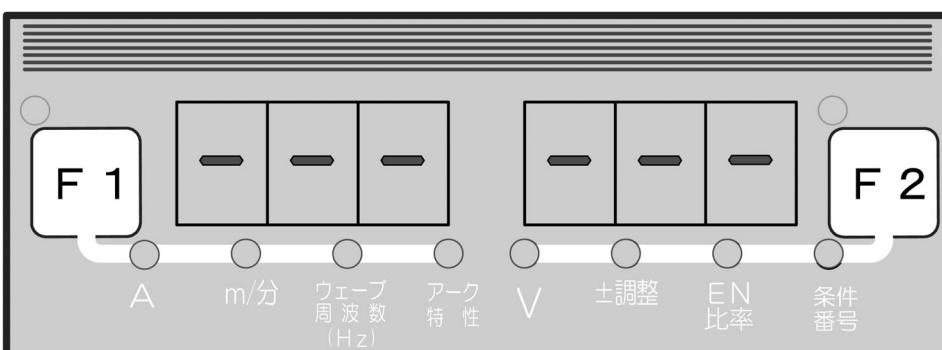

図2 該当データ無し表示
- 条件番号の設定をした後、もう一度記憶キー(⑥)を押すとキー左上のLEDが点滅します。この状態で、F1キー(①)、F2キー(②)、表示切替キー(④)によりその条件番号に記憶されている各パラメータの設定値を確認できます。選択されたパラメータの設定値がデジタルメータに点滅表示されます。もし、選択した条件番号に記憶データがない場合、図2のようにデジタルメータの表示が『---』となり、点滅します。
(ii) 条件番号の設定をした後、もう一度読出キー (⑤) を押すとキー左上のLEDが点滅します。この状態で、F1キー (①)、F2キー (②)、表示切替キー (④) により読み出そうとしている溶接条件の各パラメータの設定値を確認できます。選択されたパラメータの設定値がデジタルメータに点滅表示されます。もし、選択した条件番号に記憶データがない場合、図2となります。